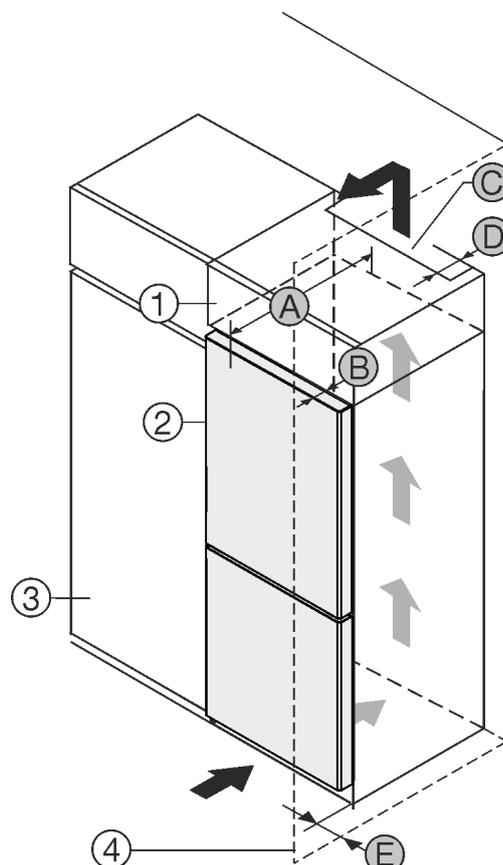

Fig. 1
Gerät direkt neben dem Küchenschrank Fig. 1 (3) aufstellen.*
An der Rückseite des Aufsatzschrankes muss ein Abluftschacht mit der Tiefe Fig. 1 (D) über die gesamte Aufsatzschrankbreite vorhanden sein.
Unter der Raumdecke muss der Entlüftungsquerschnitt Fig. 1 (C) eingehalten werden.
Wenn das Gerät mit den Scharnieren neben einer Wand Fig. 1 (4) aufgestellt wird, muss der Abstand zwischen Gerät und Wand mindestens 13mm betragen.
Wenn das Gerät mit den Scharnieren neben einer Wand Fig. 1 (4) aufgestellt wird, muss der Abstand zwischen Gerät und Wand mindestens 20mm betragen.
Um die Tür vollständig öffnen zu können, muss Gerät um die Türtiefe Fig. 1 (B) gegenüber der Küchenschrankfront vorstehen. Abhängig von der Tiefe der Küchenschränke Fig. 1 (3) und Verwendung von Wandabstandshaltern kann das Gerät weiter herausragen.*